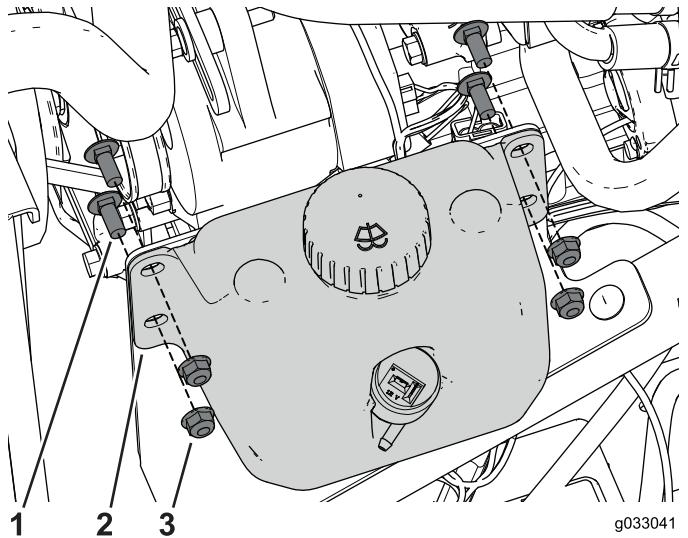

図 16
- キャリッジボルト $\frac{3}{8} \times \frac{3}{4}"$ 4本とフランジナットを使って、ウォッシャー液タンクをブラケット固定する図 16。